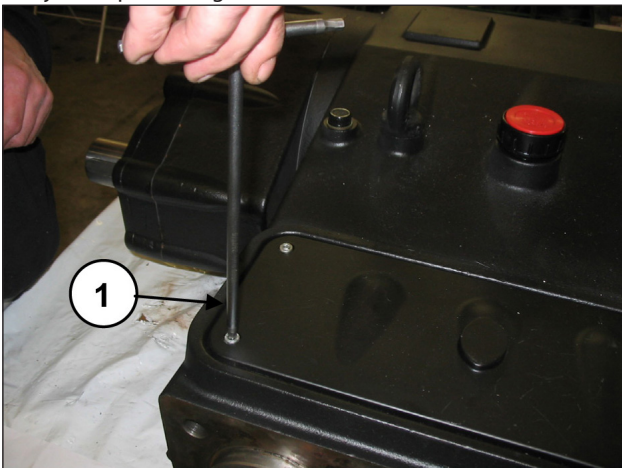

Fig. 152
Quitar la tapa de inspección superior aflojando los 4 tornillos de fijación (pos. ①, Fig. 152).